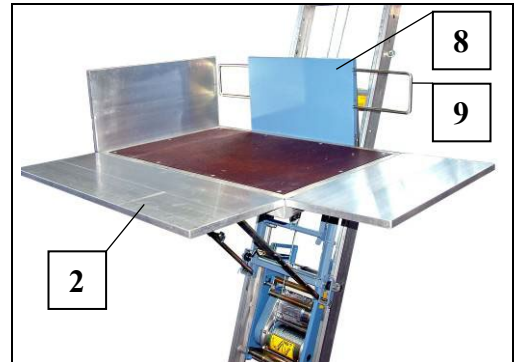

Fig. 54 Platformwanden verstellen
- De voorste platformwand (8) kan eveneens worden uitgeklast (bijv. om het lossen bovenaan de ladder gemakkelijker te maken).
- Beschermbeugel (9) naar binnen schuiven (zie Fig. 54).
- Aan platformwand (8) trekken, neerlaten en in het profiel van het platform schuiven.